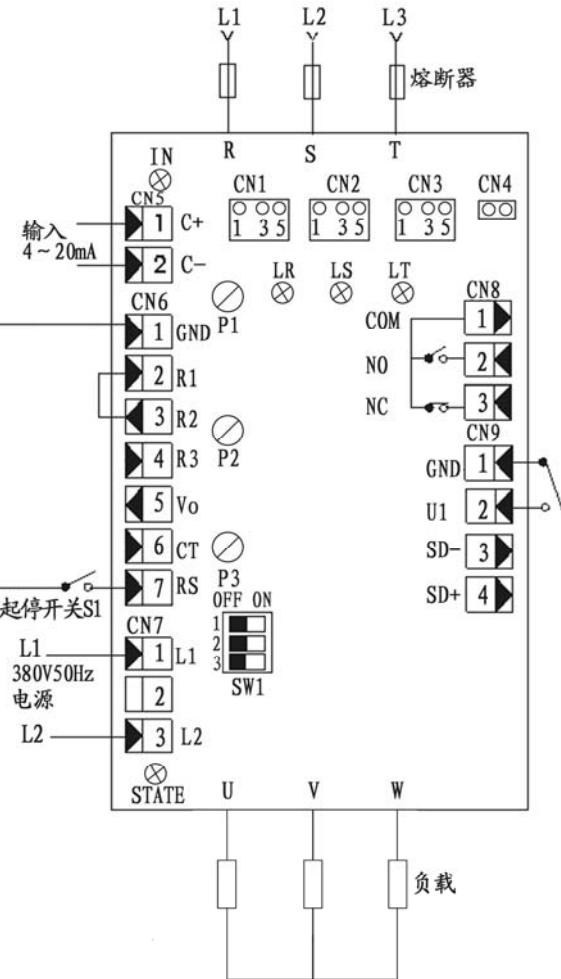

图 2-1-1 星型中心不接地负载自动方式接线图、控制板端子位置图
7. 控制板现象、故障自诊断及对应 LED 状态指示灯（LED 位置图请参考图 2-1-1）
11. 报警输出（端子位置参考图 2-1-1）
⑦ CN9 端子为功能选件。若需要调功调压一体化功能或者状态发送功能，都必须带 CN9 端子（订货时声明）。
⑧ 设备调试时可以按照图 2-1-1 接线，调试时图中负载最好用 100 瓦~200 瓦灯泡做为假负载。
⑨ 侧壁接线盒端子图：(图 2-1-1 中 CN8、CN9 端子引至侧壁接线盒，用户使用，需从侧壁接线盒接线)。